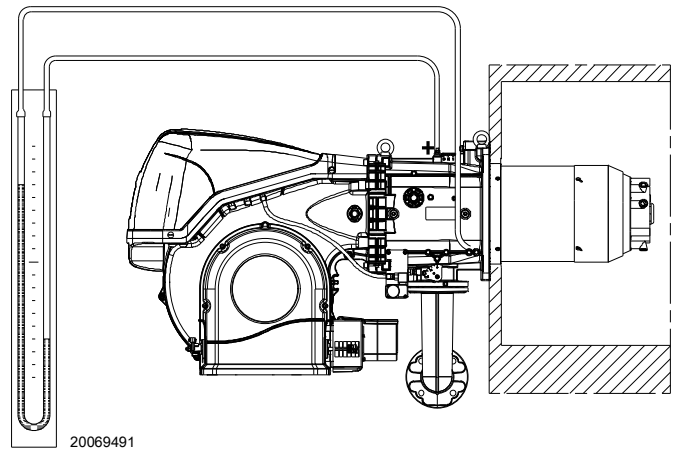

图 25
- 安装一个 U 型压力计或差压压力计 (图 25)，插座的 (+) 端为管路接口的燃气压力，(-) 端在炉膛内压力表读数，使用表 L 计算燃烧器的最大出力。